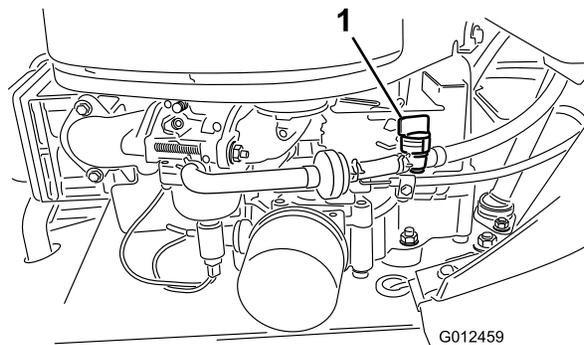

Figura 31
7. Apriete los extremos de las abrazaderas y deslícelas por el tubo alejándolas del filtro de combustible usado (Figura 31).
6. Cierre la válvula de cierre de combustible (Figura 31).